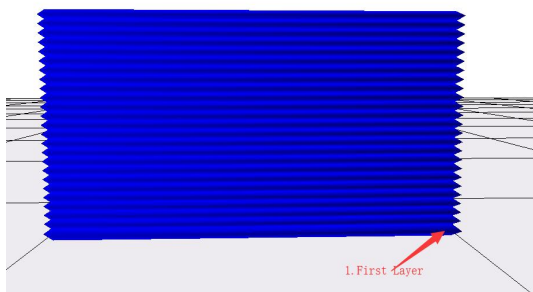
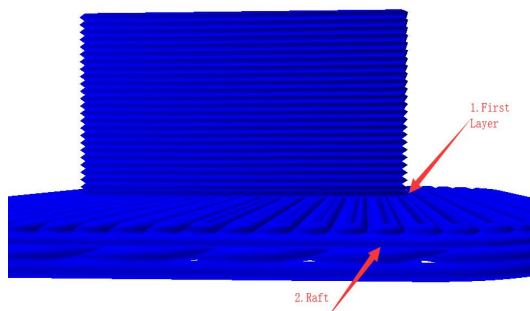
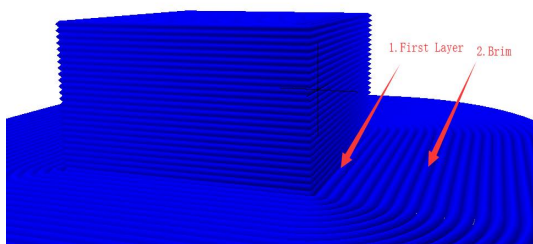
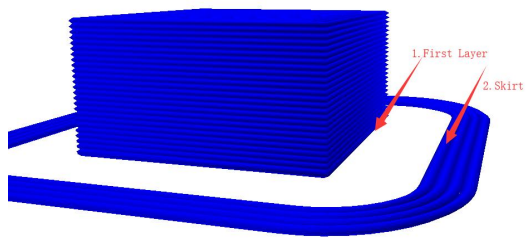

图 11
图 12
图 13，加边缘时，1 为模型第一层
图 14，加线条时，1 为模型第一层
(7)初始层速度（单位 mm/s）：即模型第一层的打印速度，如图 11、图 12、图 13、图 14 中的序号 1 的部分即为模型的第一层，初始层速度即为这些部分的打印速度。建议速度为：10-35mm/s